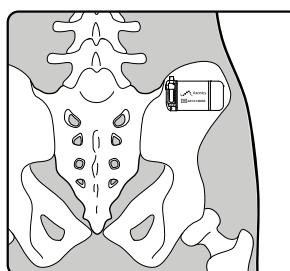

Figura 3: Posición de implantación del neuroestimulador Axonics.
- El neuroestimulador debe implantarse horizontalmente (**Figura 3**) con el lado de cerámica en la posición más alejada respecto a la línea media del paciente para facilitar la carga y la programación.
1. Coloque el neuroestimulador en el bolsillo subcutáneo. Asegúrese de colocar el lado de cerámica alejado de la línea media del paciente para asegurar una buena comunicación con el control remoto y facilitar la recarga (**Figura 3**). El texto grabado puede mirar hacia delante o alejado del tejido muscular. Asegúrese de que el electrodo se curve suavemente al separarse del neuroestimulador, sin acodamientos pronunciados.